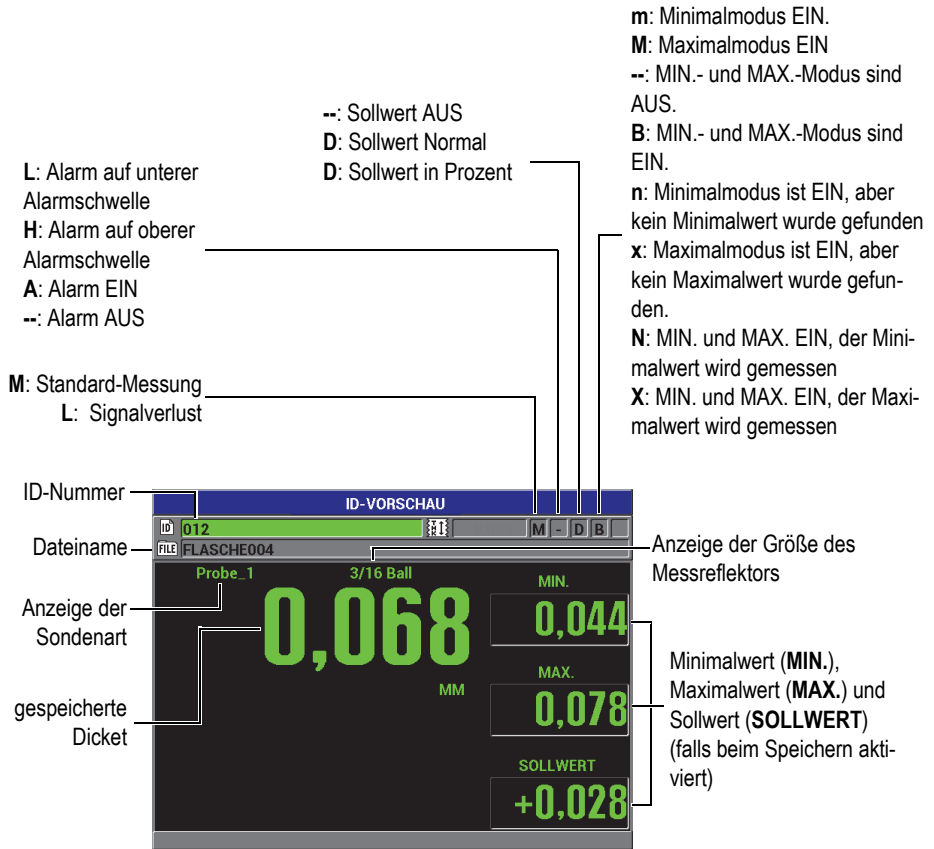

Abbildung 7-15 Das Fenster ID-Vorschau
In Abbildung 7-15 auf Seite 145 wird das Fenster ID-Vorschau gezeigt, sowie dessen Inhalt beschrieben. Die Messanzeigen entsprechen den einbuchstabigen Abkürzungen, die vom Gerät mit den Übertragungsbefehlen übertragen werden.
2. Blenden Sie im Messfenster mit der Taste **[ID#]** die **ID-Vorschau** ein (siehe Abbildung 7-15 auf Seite 145) angezeigt wird: